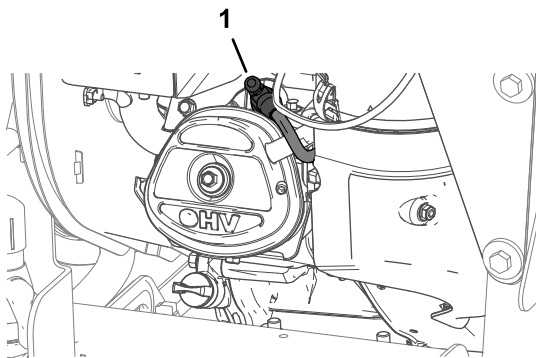

Figure 69
6. Débranchez le fil de la bougie (Figure 69).